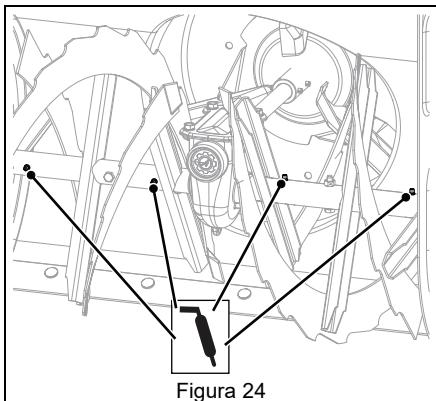

Figura 24
2. Applicare uno strato grasso in corrispondenza del nippello ingrassatore. Vedere Figura 24.